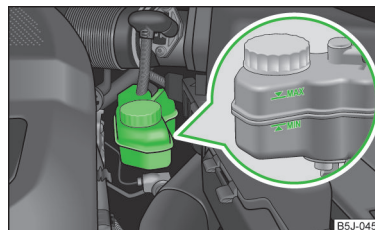

Abb. 130
- Ist der Flüssigkeitsstand unter die MIN-Markierung abgesunken » **Abb. 130 auf Seite 151**, **!** nicht weiterfahren - es besteht Unfallgefahr! Die Hilfe eines Fachbetriebs in Anspruch nehmen.
Der Vorratsbehälter für Bremsflüssigkeit befindet sich im Motorraum » **Abb. 130**.
- Den Bremsflüssigkeitsstand am Behälter prüfen » **Abb. 130**.